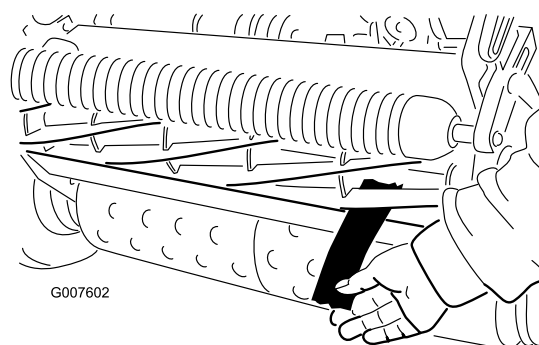

図 45
6. 両側の調整ができれば最終確認を行う：紙片をリールの前から差し込んだ時にははさむだけ、下から差し込むと切れるのが正しい調整である（図 45）。リールと下刃のごくわずかの接触で紙が切れなければいけない。接触を強くしないと切れない（リール回転トルクが 0.08 kg.m 以上）場合には、鋭利な刃先を取り戻して精密なカットができるようにバックラップか研磨を行うことが必要（Toro 研磨マニュアルを参照。）
4. リール前面の左右いずれかの端を選び、リールと下刃の間に、長く切った新聞紙片を差し入れる（図 45）。リールをゆっくり前回転させながら下刃調整ネジを締める（新聞紙を入れた側の調整ネジを、1 目盛りずつゆっくりと）。新聞紙を前から（ベッドナイフの上面に平行に）入れると軽く挟ま